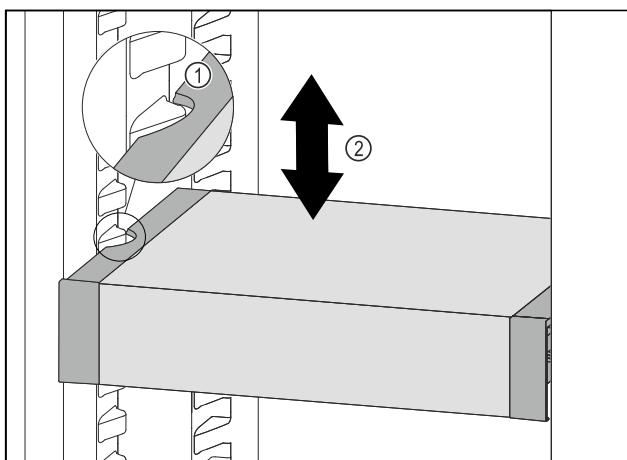

Fig. 113
- Predal VarioSafe povlecite v smeri naprej, dokler nista stranska izreza predala VarioSafe na višini nastavka za posodo v hladilniku. Fig. 113 (1)
- Predal VarioSafe premikajte v hladilniku gor ali dol, dokler ne dosežete želeno višino. Fig. 113 (2)